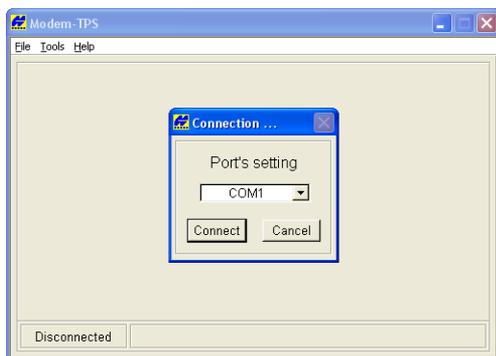

Figura 3-3. Conexión a Modem-TPS
2. Abra Modem-TPS y seleccione el puerto COM al que se encuentra conectado el receptor (Figura 3-3). Haga clic en **Connect**.